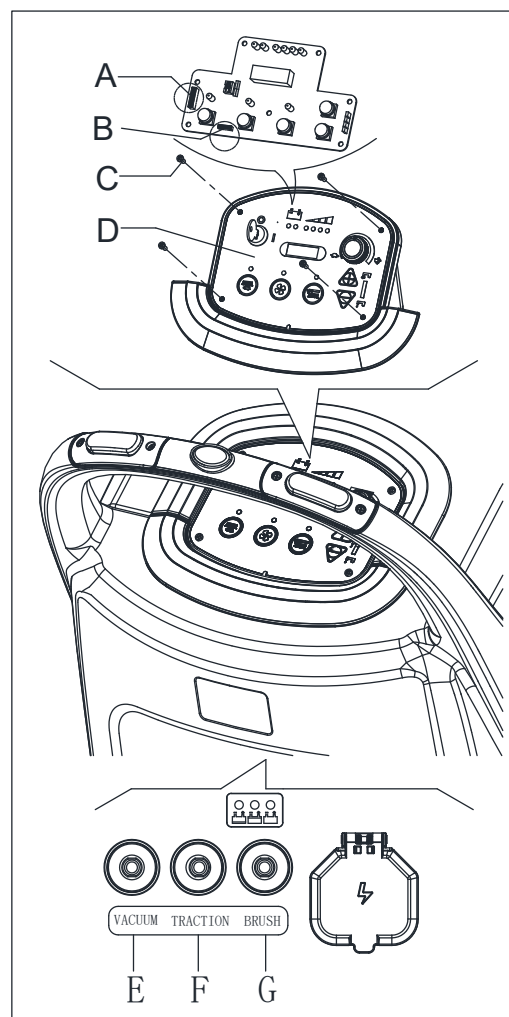

Figura 24
3. Scoateți șuruburile (C, Figura 24) de pe panoul de control (D), apoi răsuciți placa de circuite integrate pentru a găsi siguranța electrică (A, B, Figura 24).